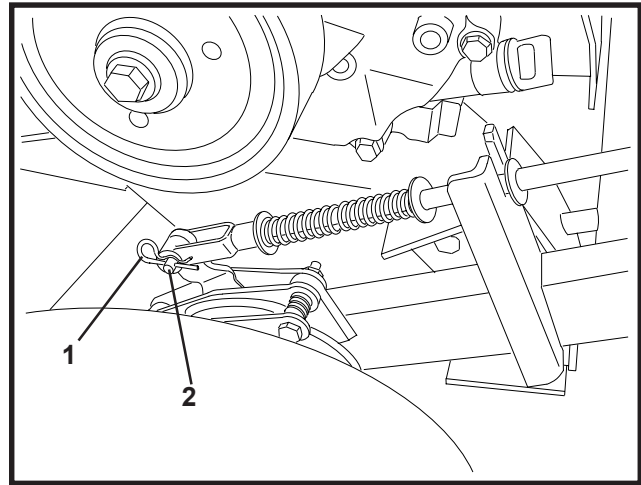

FIGURA 4
8. Fissare la forcella al foro di montaggio superiore del freno utilizzando il perno con testa e la coppiglia. Accertarsi che l'asta sia posizionata nella staffa come illustrato in Figura 4.